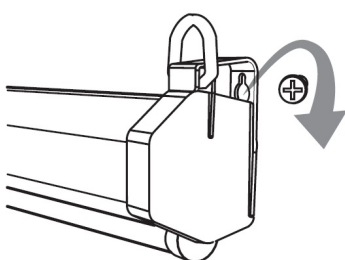

Рис. 1
- жесткое крепление на стене: отмерьте на стене расстояние, равное расстоянию между монтажными отверстиями экрана, сделайте отверстия в стене диаметром не более 8 мм. Используйте распорные дюбели и монтажные шурупы. Не вкручивайте шурупы полностью, оставив зазор для пластикового монтажного кольца экрана. Навесьте экран широкими частями монтажных отверстий, как показано на Рис.1, и опустите вниз так, чтобы шуруп вошел в узкую часть монтажного отверстия. Плотнo затяните шурупы. Для монтажа экранов, отмеченных в таблице \*, см. Рис 3.